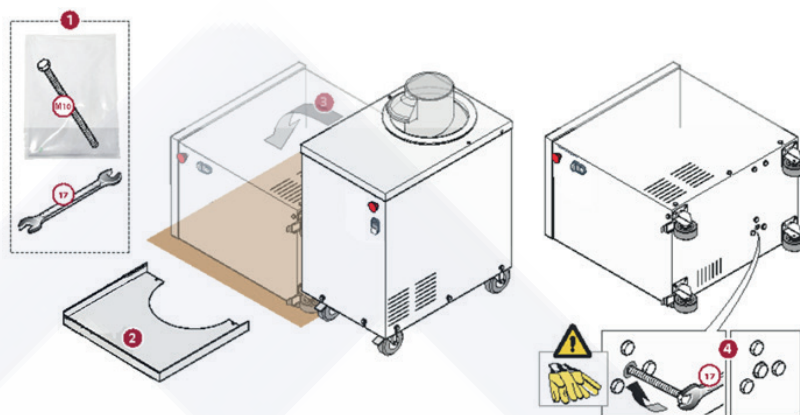

Fig. 6
- Saque el tornillo M10 del interior de la bolsa suministrada con la máquina, obtenga una llave de 17 mm (no suministrada) (Fig. 6 punto 1);
- Retire la bandeja ((Fig. 6 punto 2);
- Inclíne la REDONDEADORA colocándola de lado; proteja el lado en contacto con el suelo con un cartón para evitar que se rayen las superficies de acero inoxidable ((Fig. 6 punto 3);